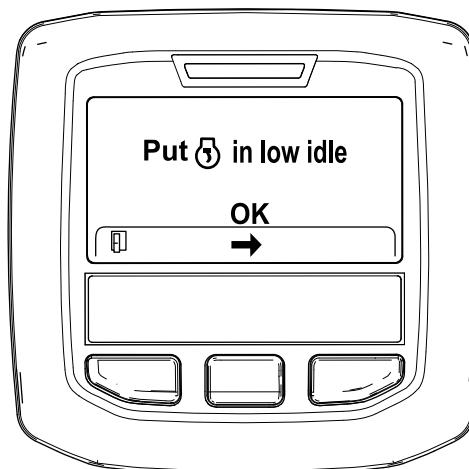

Рисунок 52
6. Переведите дроссельную заслонку в положение МАЛОЙ ЧАСТОТЫ ВРАЩЕНИЯ холостого хода и нажмите среднюю кнопку (Рисунок 52).